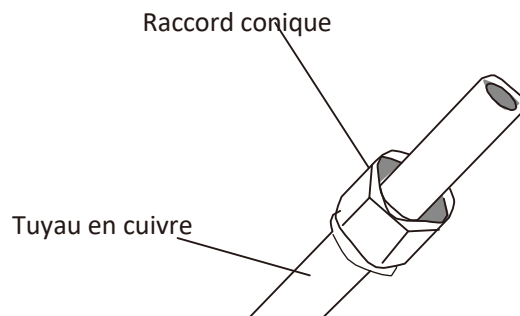

Fig. 5.3
3. Placer des raccords coniques sur les extrémités du tuyau. Assurez-vous qu'ils font face à la bonne direction, car il est impossible de modifier leur position après l'évasement. Voir **Fig. 5.3.**